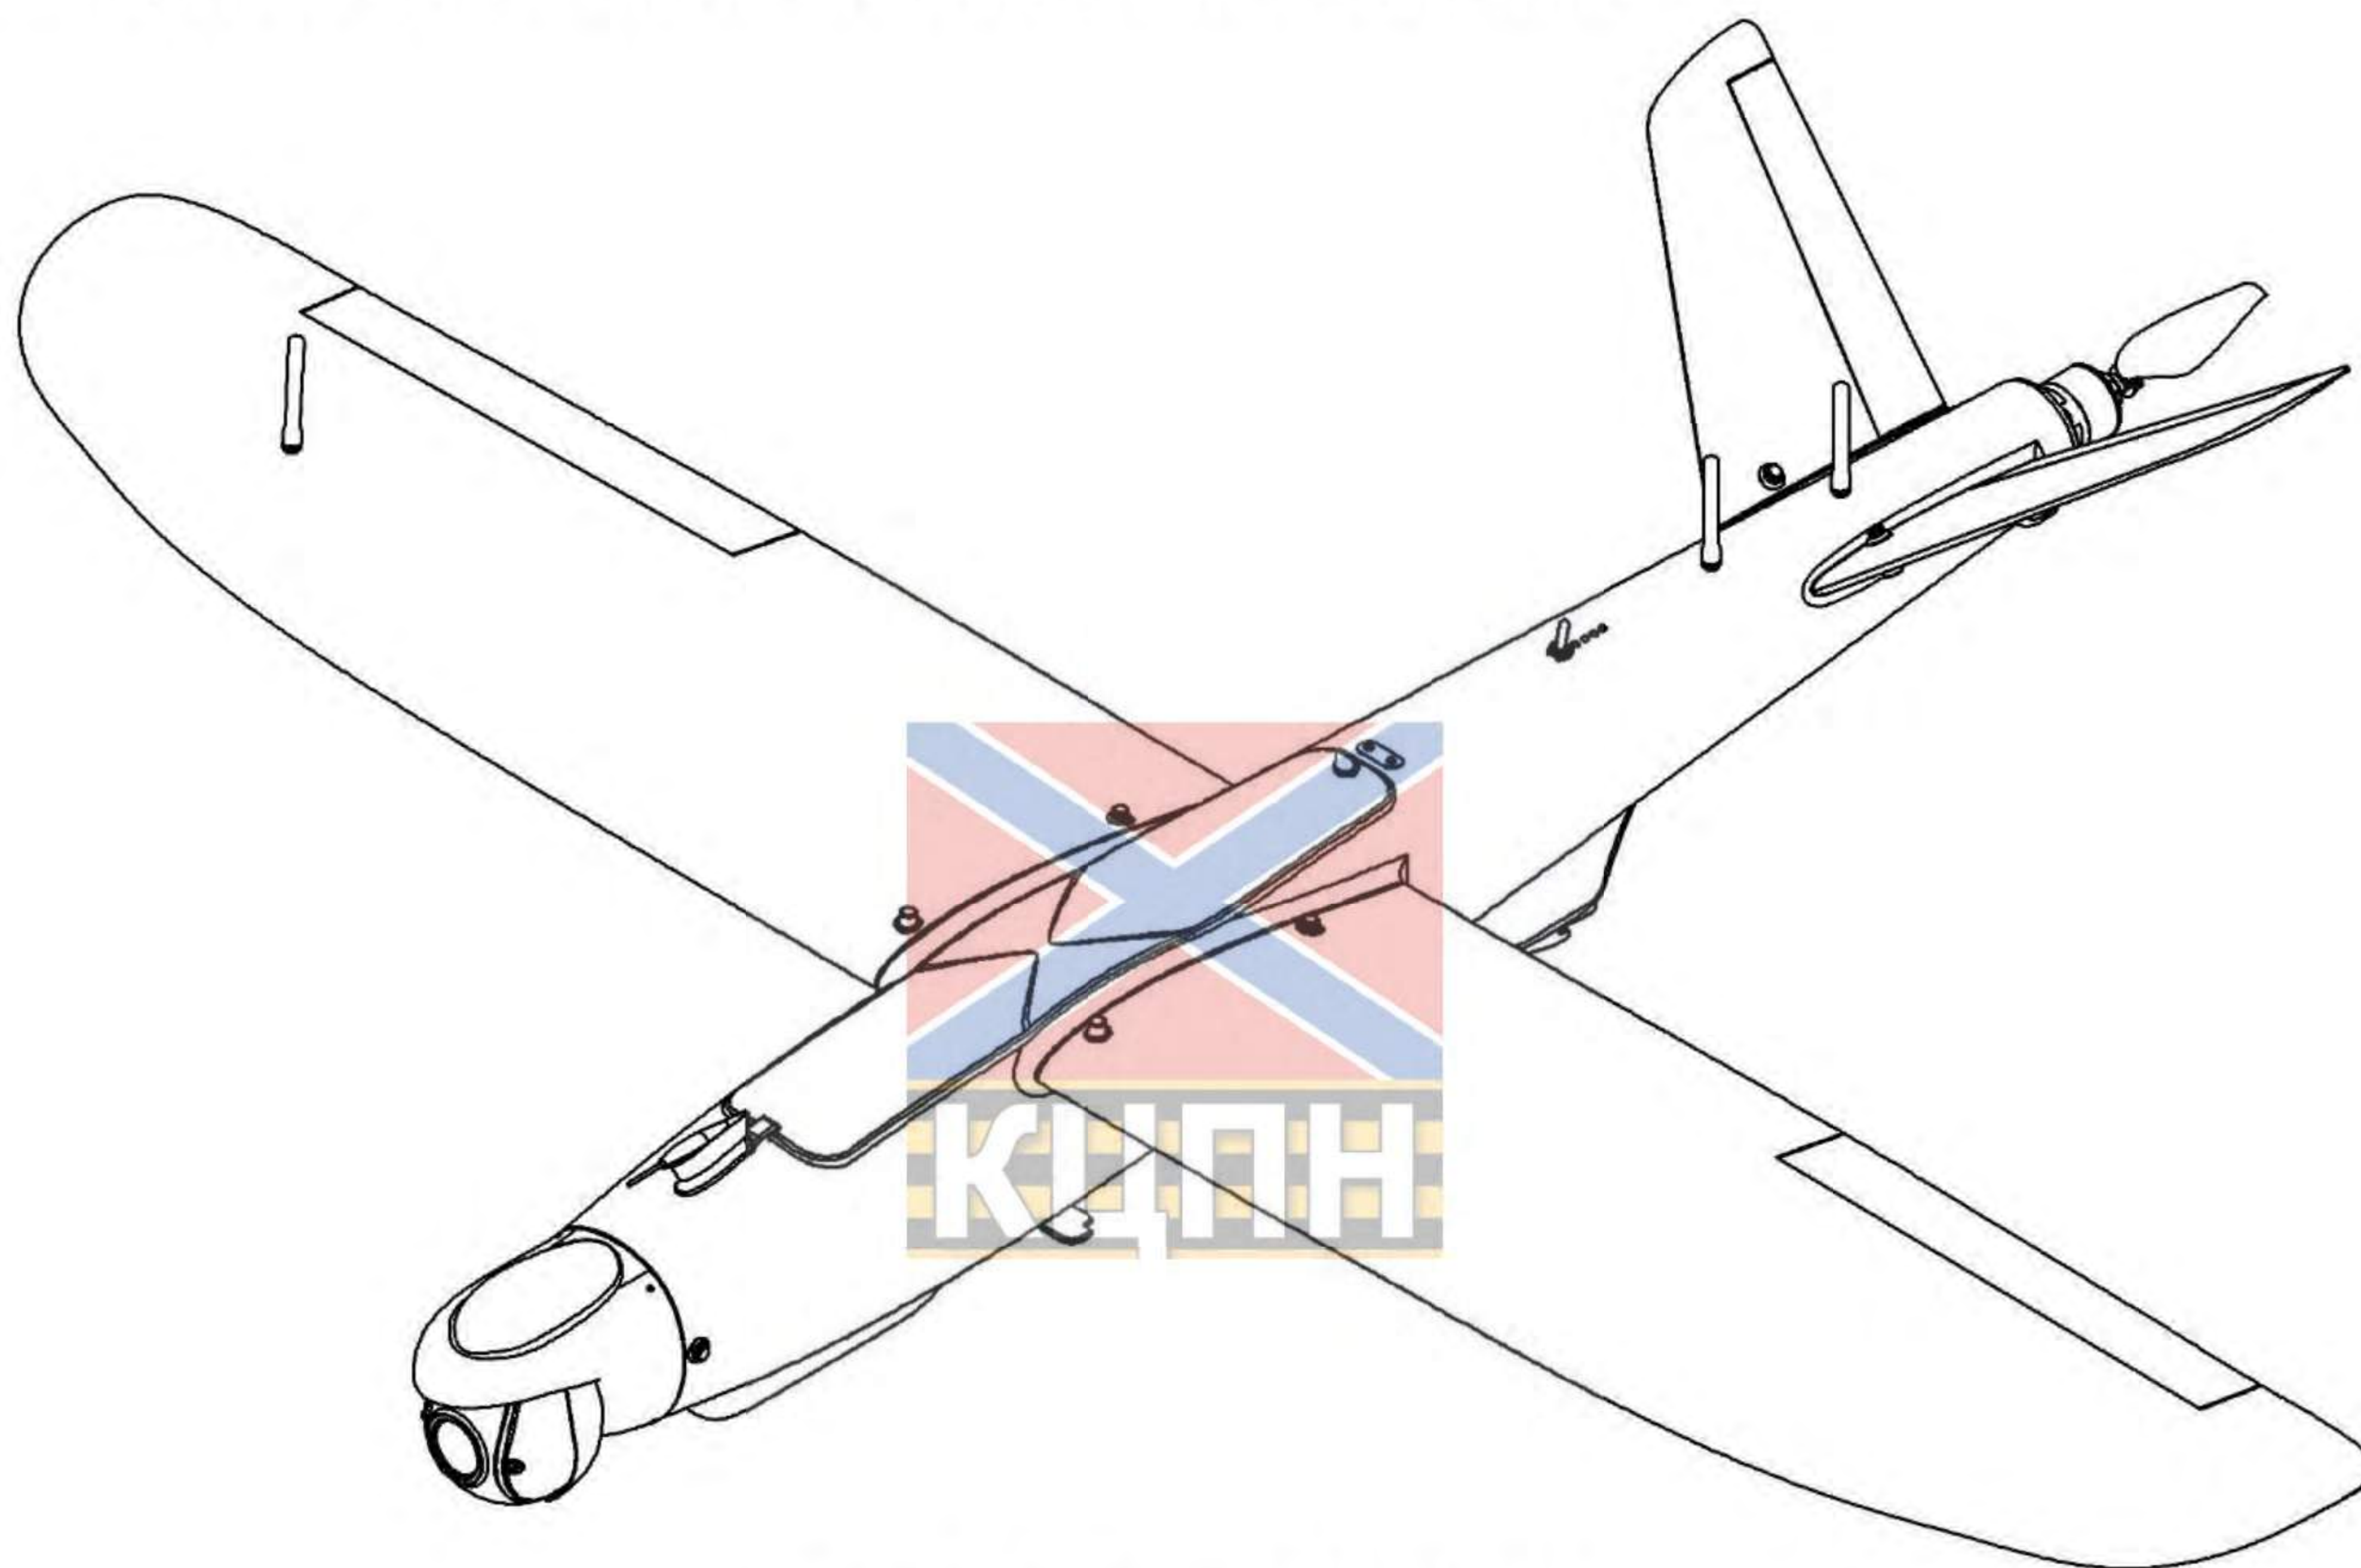

Рис. 1. Общий вид БпЛА RAM-2A
1.2.1. БпЛА RAM-2A (далее БпЛА) (Рис. 1) предназначен для выполнения боевых задач по поражению живой силы и легкобронированных объектов, ведения наблюдения объектов и целей в автоматическом и полуавтоматическом режимах управления в простых метеорологических условиях в составе БпАК.